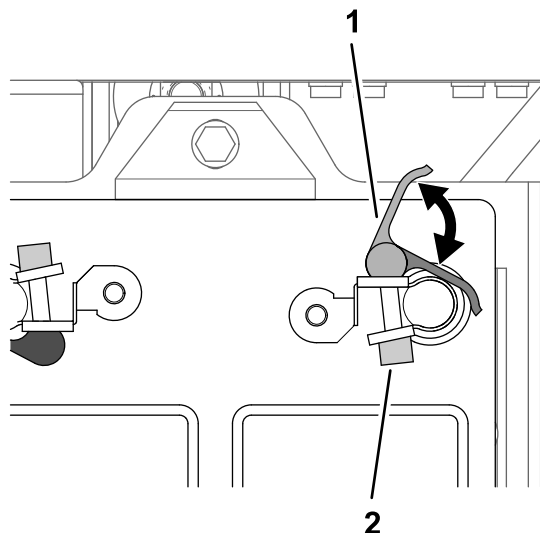

Рисунок 210
2. Откройте ручку защелки быстроразъемного зажима с черной ручкой (Рисунок 210).
4. Закройте ручку защелки быстроразъемного зажима (Рисунок 210).